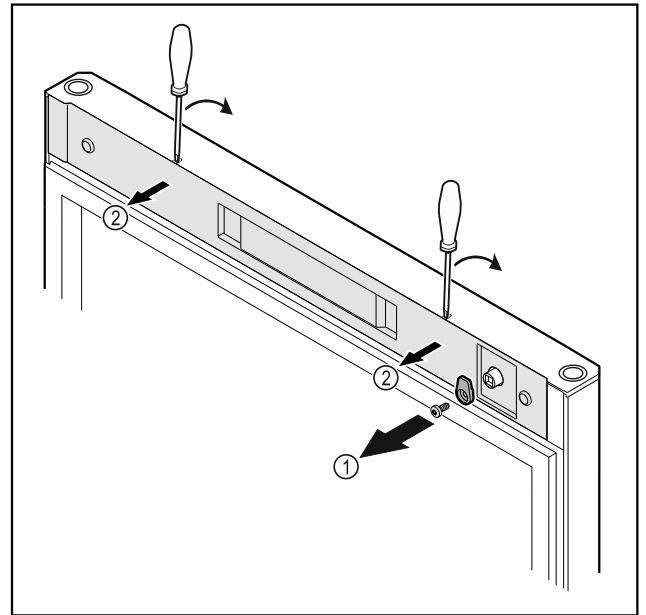

Fig. 20
- ▶ Sluithaak Fig. 20 (1) losschroeven.
- ▶ Afdekking Fig. 20 (2) met een kleine schroevendraaier losmaken en verwijderen.